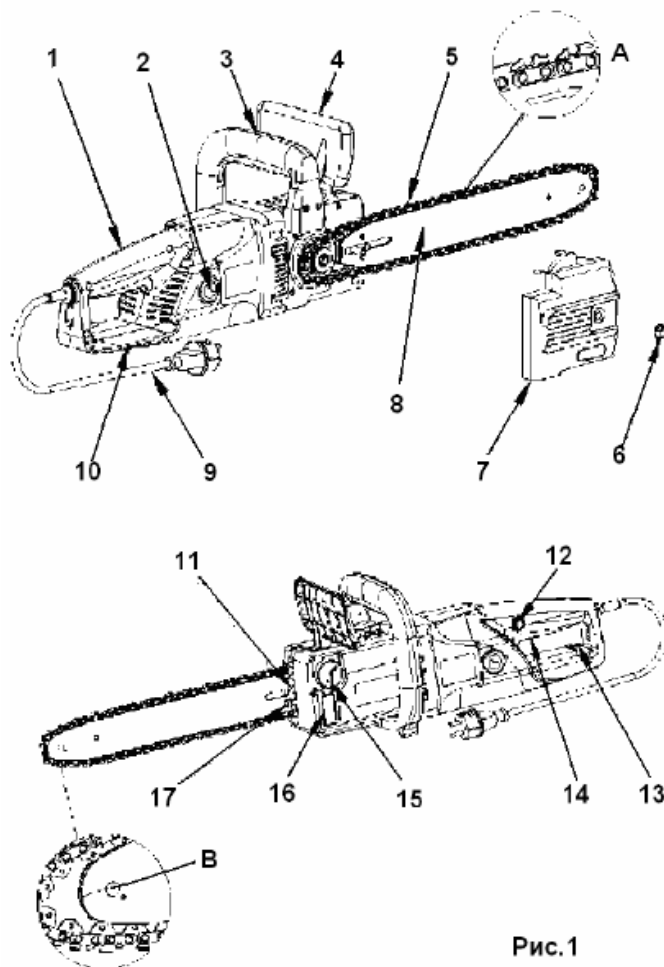
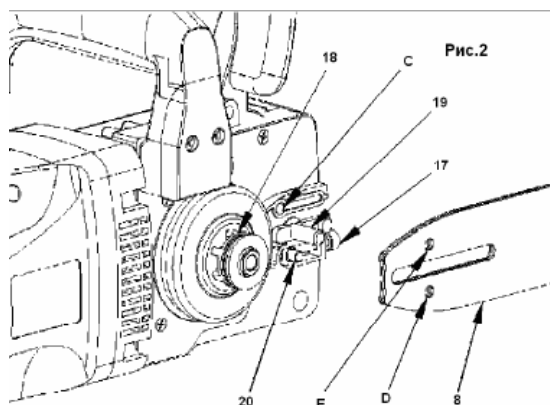

Рис.1
Рис.2
Если вы видите следы масла на цепи , то пила работает нормально. Если на цепи масло отсутствует, то прочистьте масляный выпускное отверстие (Рис.2), верхнее отверстие шины и шланг подачи масла, или обратитесь в сервисный центр.
Направляющая шина и пильная цепь поставляются отдельно (в разборном виде). Сначала открутите крепежный винт (6 Рис.1) и снимите крышку, закрывающую натяжной механизм направляющей шины пилы (7 Рис.1). Нижний болт натяжения (20 Рис.2), должен находиться по центру прорези направляющей шины. Если необходимо, более точно отрегулируйте натяжение цепи с помощью винта (17 Рис.2).
Всегда используйте специальные перчатки для защиты рук при монтаже цепи, проверке натяжения, сборке и разборке. Перед монтажом цепи на направляющую шину, проверьте направление режущих зубцов цепи (заточенная сторона зубцов). Направление движения цепи, указано на крышке (7) (Рис 3). Для того, чтобы определить направление пиления, если необходимо, переверните ее (5). Надевая цепь на шину, держите пилу с направляющей шиной (8) вертикально, концом шины вверх (5). Монтаж цепи начинайте с наконечника шины (8). Монтаж цепи на шину начинайте следующим образом: Установите направляющую шину с пильной цепью на болт (19) и на болт регулировки натяжения цепи (20). Наденьте цепь на звездочку (18) Проверьте еще раз правильное направление установки цепи (См. Рис. 1). Наденьте крышку (7 Рис.1), и закрутите крепежную гайку (6 Рис.1) гаечным ключом. Теперь цепь смонтирована на направляющую шину правильно.
Убедитесь, что цепь (5) находится в пазе направляющей шины (8) (Рис.1 а). Используя шестигранный ключ, поверните винт регулировки натяжения цепи (17) по часовой стрелке до тех пор, пока цепь не будет правильно натянута. Во время затягивания винта (20), направляющую шину необходимо держать вертикально вверх. Проверьте натяжение цепи еще раз (См. Рис. 3). Не натягивайте цепь очень туго. В холодную погоду цепь должна приподниматься от направляющего бруска приблизительно на 5 мм. Затяните туго контргайку (6).
Чтобы предотвратить попадание грязи в масляный бачок, протрите крышку бачка (22) перед тем как ее открыть. Следите за уровнем масла в масляном бачке в процессе пиления, уровень масла смотреть в окошечке (16 Рис.1, 4). После доливки масла, плотно закрутите крышку бачка и вытрите пролитое масло.